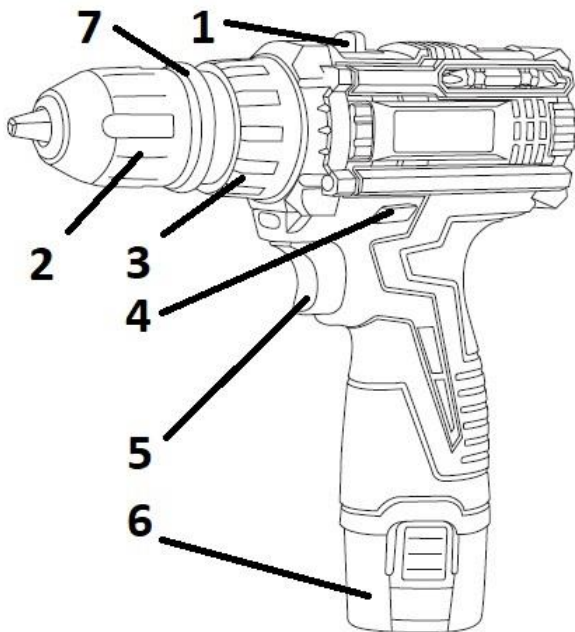

Рисунок 1
4.1.2 Встановіть необхідний крутний момент за допомогою кільця регулятора моменту затягування **(1)** (рис. 1).
4.3 Для включення виробу натисніть на клавішу вимикача **(2)**, (рис. 1). Для відключення виробу слід клавішу відпустити. Регулювання швидкості обертання патрону здійснюється ступенем натискання на клавішу вимикача.